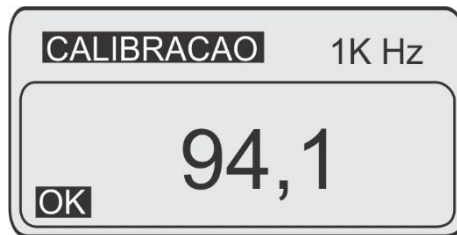

Figura 29 – Nova calibração final do microfone – não permite ajuste
Caso seja selecionada a segunda opção (para fazer uma nova calibração final), esta calibração não permite ajustes por motivos de intervenção na medida. O usuário deve apenas aguardar a estabilização (15 a 20 segundos) e apertar a tecla OK para registrar os dados, conforme a Figura 29.
Se for escolhida a primeira opção, o equipamento será redirecionado para a calibração, conforme Figura 29. Caso contrário, o usuário poderá realizar a calibração final a qualquer momento, conforme descrito no item 8.2.